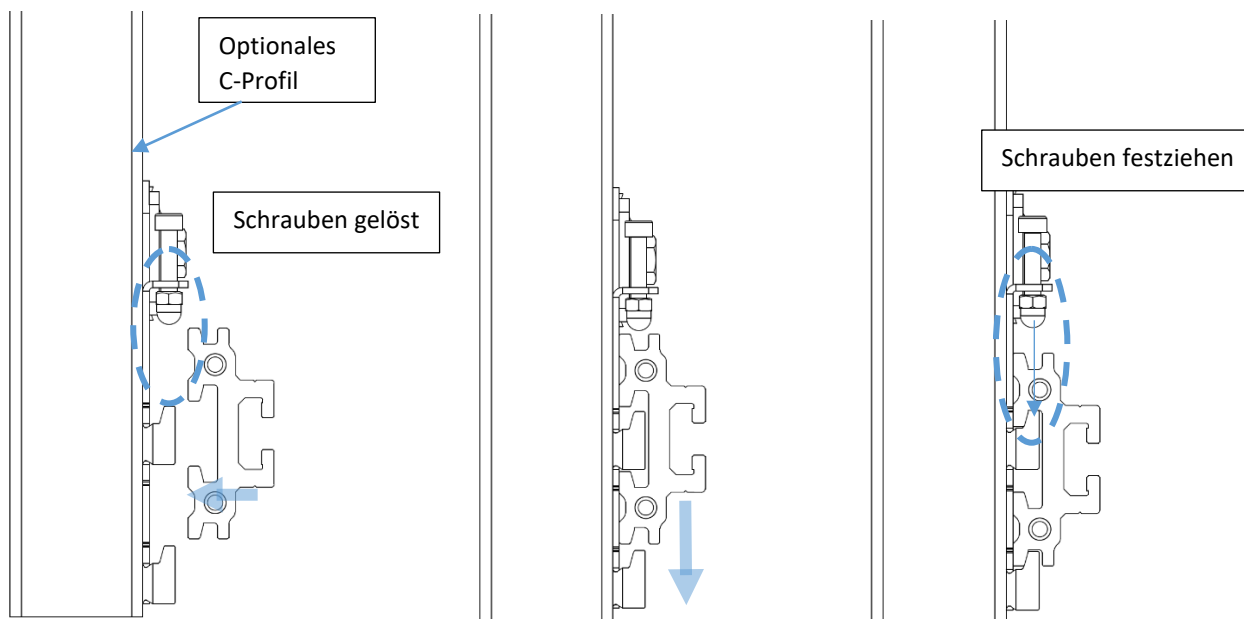

Abbildung 10 Seitenansicht beim Einsetzen des Profils in die Wandmontageplatte (Schritt für Schritt von links nach rechts)
Schritt 1: Beginnen Sie mit der Montage der untersten Reihe der Wandmontageplatten zusammen mit den untersten Profilen in Ihrer gewünschten Höhe. Zum Einsetzen der Profile in die Wandmontageplatten schrauben Sie die in Abbildung 10 mit einem blauen Kreis gekennzeichneten Schrauben in der Wandmontageplatte heraus und schieben das Profil von oben in die Haken der Platte. Ziehen Sie die M5-Schrauben mit dem 4-mm-Innensechskantschlüssel an, sodass das Profil gesichert ist.